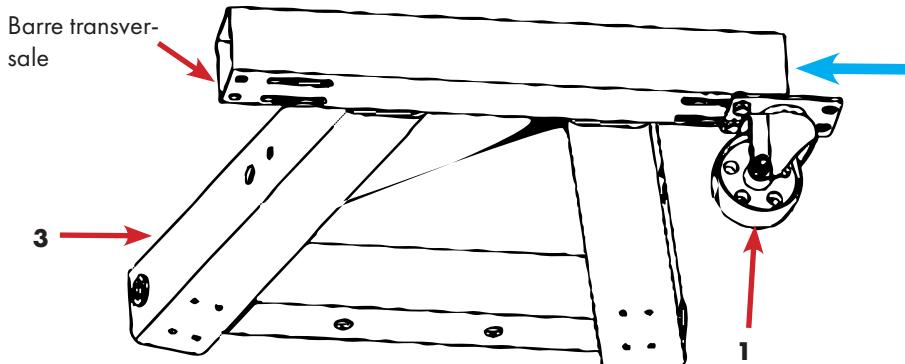

Fig.5
- Faites glisser les rouleaux dans une position où les trous des rouleaux sont alignés avec les trous du support πdu, fig.5 page suivante.
- Serrer fermement les 4 écrous à la fois, Fig. 5.